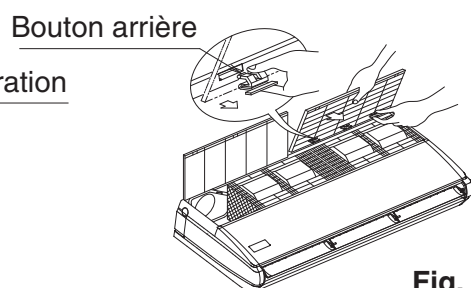

Fig. 5
- Tout en gardant la grille d'aspiration ouverte, tenez le bouton à l'arrière de la grille d'aspiration et, en même temps, tirez la grille d'aspiration vers l'avant pour la retirer. **(Reportez-vous à la Fig. 5).**